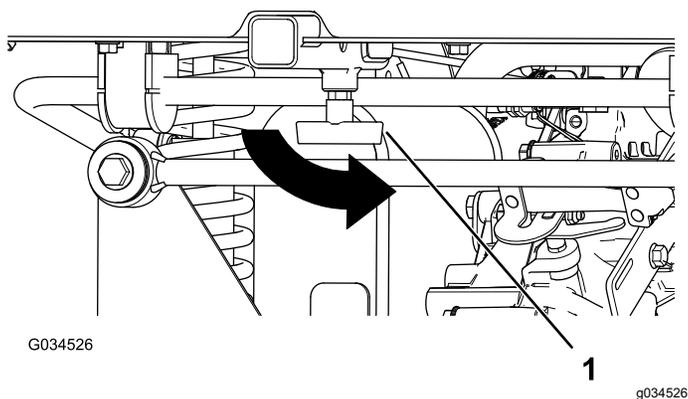

Рисунок 18
4. Затяните Т-образную рукоятку, повернув ее против часовой стрелки (Рисунок 18).